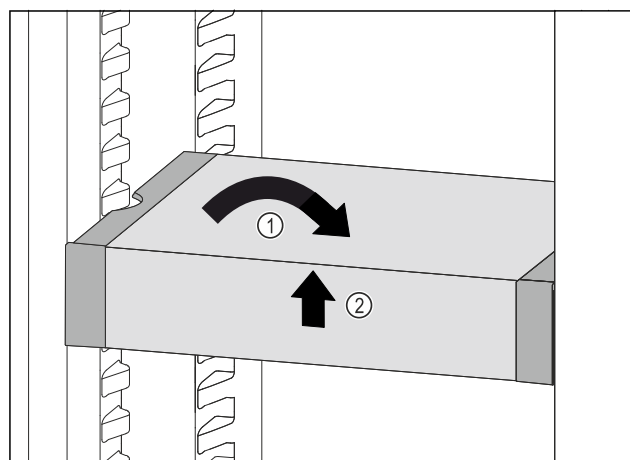

Fig. 149
- Remettre le VarioSafe droit. Fig. 149 (1)
- Soulever la partie avant du VarioSafe. Fig. 149 (2)